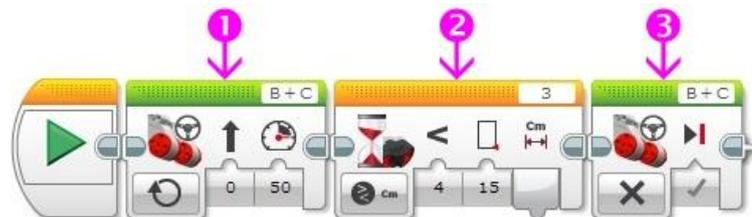

Рис. 3
1. Начать прямолинейное движение вперед (Рис. 3 поз. 1)
2. Ждать, пока значение ультразвукового датчика не станет меньше 15 см. (Рис. 3 поз. 2)
3. Прекратить движение вперед (Рис. 3 поз. 3)